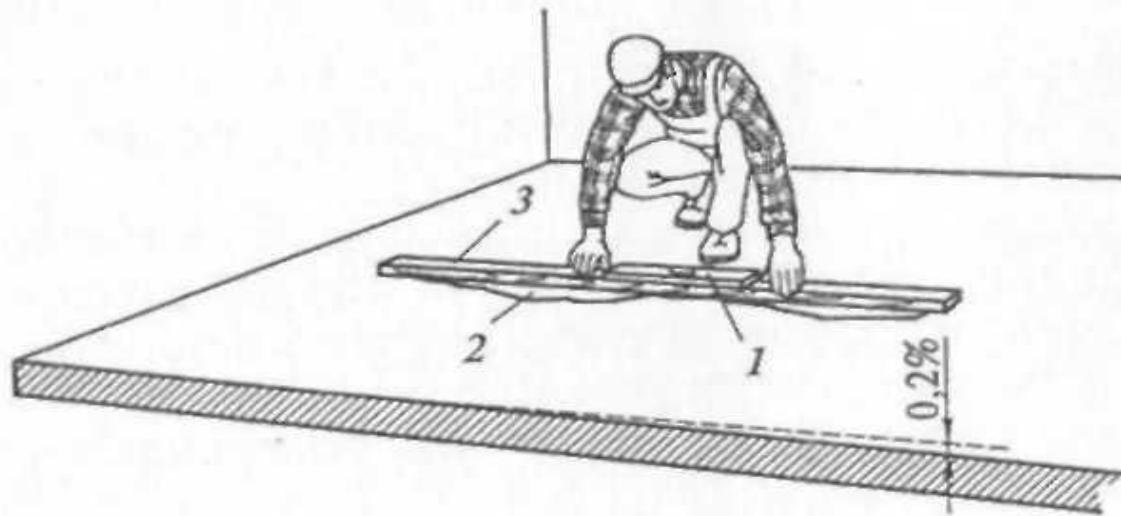

Рис. 3.8. Проверка горизонтальности основания:
- Горизонтальность основания проверяют рейкой с уровнем (рис. 3.8). Отклонение поверхности основания от горизонтали или заданного уклона должно быть не более 1,2 % от длины помещения.
- Ровность поверхности подготавливаемого основания проверяют двухметровой рейкой, перемещаемой в разных направлениях (рис. 3.8). При этом просветы между рейкой и основанием должны быть ровными, так как слой мастики толщиной 1 ... 3 мм не сглаживает отдельные неровности поверхности, как при укладке плиток на растворе. Повреждения стяжки и западающие неровности глубиной более 15 мм заделывают цементно-песчаным раствором состава 1:3. Поверхность таких дефектных участков зачищают, смачивают цементным молоком и заделывают раствором.